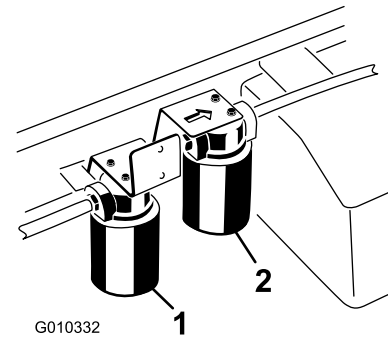

Figura 78
2. Pulite la superficie circostante il filtro. Collocate una bacinella di spurgo sotto il filtro, e togliete il filtro (Figura 78).
1. Pulite la superficie circostante il filtro ad alto flusso (Figura 78). Collocate una bacinella di spurgo sotto il filtro, e togliete il filtro.